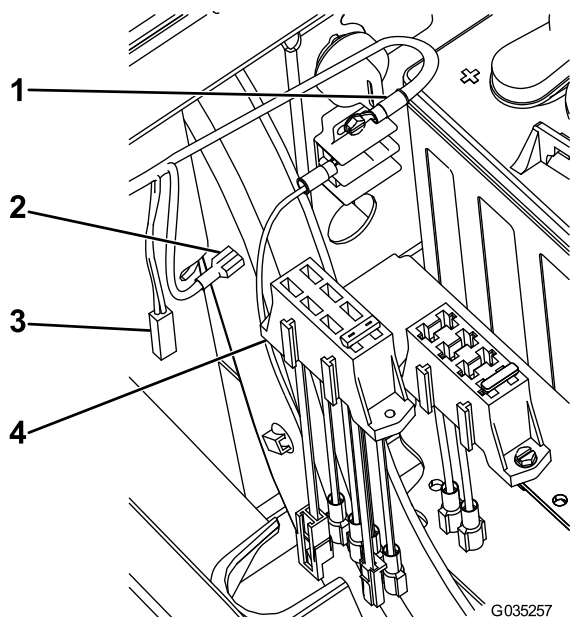

Рисунок 17
- Для машин с серийным номером **403448001** и ниже защелкните новый блок предохранителей на имеющемся блоке предохранителей на машине (Рисунок 17).
3. Подсоедините большой разъем нового блока предохранителей к дополнительному кабелю питания на имеющемся блоке предохранителей (Рисунок 17).
7. Подсоедините оставшийся провод к проводу с плавкой вставкой на новом блоке предохранителей (Рисунок 17).
- Для машин с серийным номером **403448001** и ниже: защелкните новый блок предохранителей на имеющемся блоке предохранителей на машине (Рисунок 17).
2. Подсоедините большой разъем нового блока предохранителей к дополнительному кабелю питания на имеющемся блоке предохранителей (Рисунок 17).
6. Подсоедините оставшийся провод к проводу с плавкой вставкой на новом блоке предохранителей (Рисунок 17).